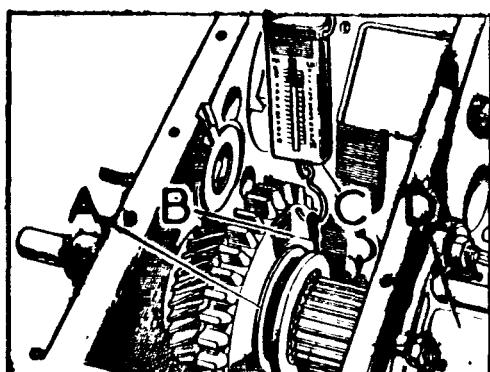

Fig. C-43 Comprobación de la carga -- previa del cojinete
- b) Medir la resistencia al giro del eje de salida, utilizando una cuerda de nylon sujetada a un dinamómetro. La cuerda se enrollará en la garganta del piñón de "Baja" y se anotará la lectura del dinamómetro para hacer girar el eje de salida después de vencer su inercia. Se comprobará que no hay deslizamiento de la cuerda, porque es todavía una lectura falsa (Fig. C-43).